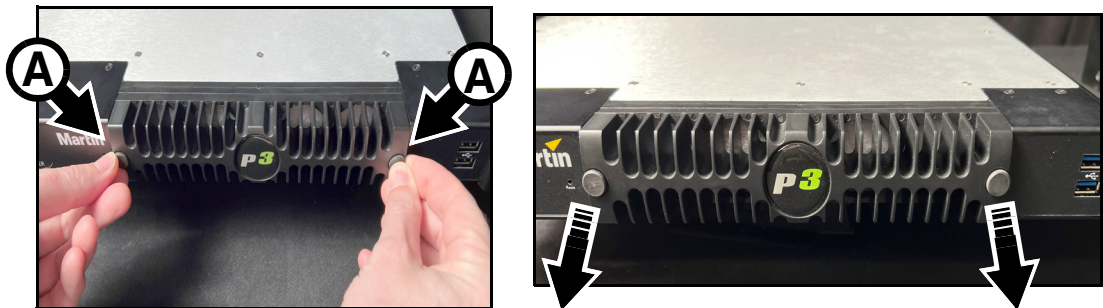

Abbildung 8: Zugriff auf die Luftfilter, P3-175
2. Siehe Abbildung 8. Lösen Sie die beiden Rändelschrauben **A** im Lüftergitter (Pfeil) und hängen Sie das Lüftergitter vom Steuergerät aus.